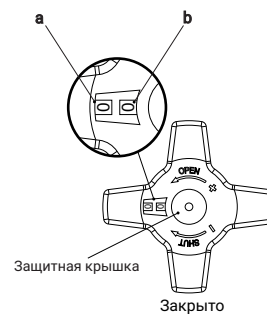

рис. 1
- Настройка производится с помощью рукоятки (без использования дополнительных инструментов) и двух смотровых окон: а - показывает полные обороты; b - показывает десятые части оборота (рис.1).
- Полностью закройте клапан, значение индикатора показывает 0,0 (рис. 1).